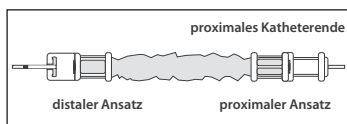

Abbildung 3
- Die Spitze des vorgesehenen Katheters durch das proximale Ende des Katheter-Kontaminationsschutzes einführen. Den Katheter durch den Schlauch und den Ansatz am anderen Ende vorschieben (siehe Abbildung 3).